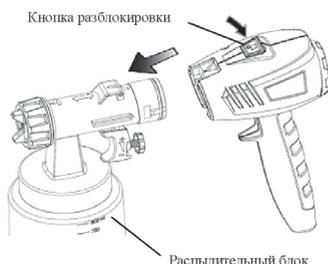

Рис. 11
5. Нажмите на кнопку разблокировки, отсоедините распылительный блок краскопульта (рис. 11) и очистите от краски.